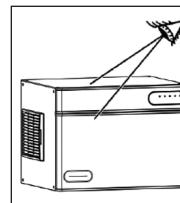

Fig. 4.
a) Contrôler que l'appareil n'a pas été endommagé durant le transport (Fig 4).